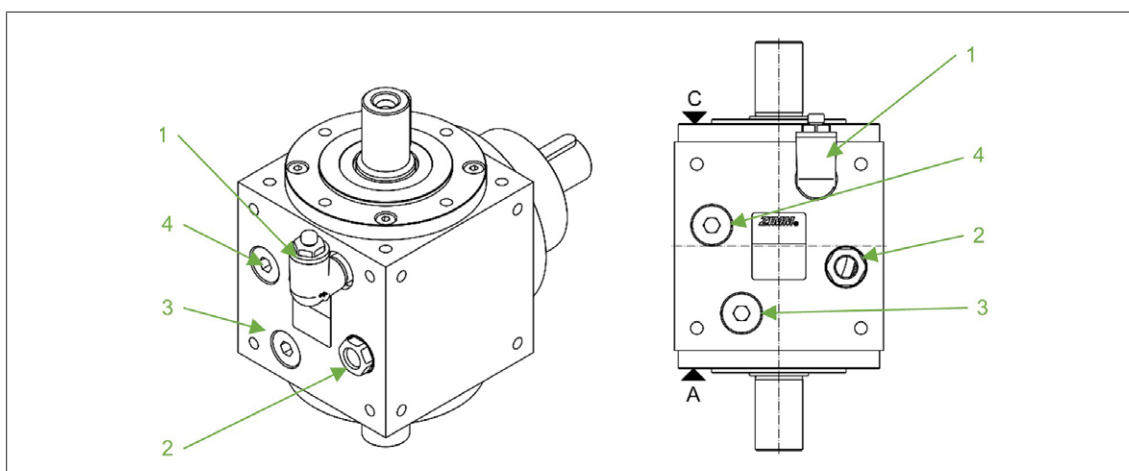

Fig. 6 : Exemple de position de l'évent et du regard d'huile
- 2. Desserrer la vis de fermeture située à la position « regard d'huile » (fig. 6).